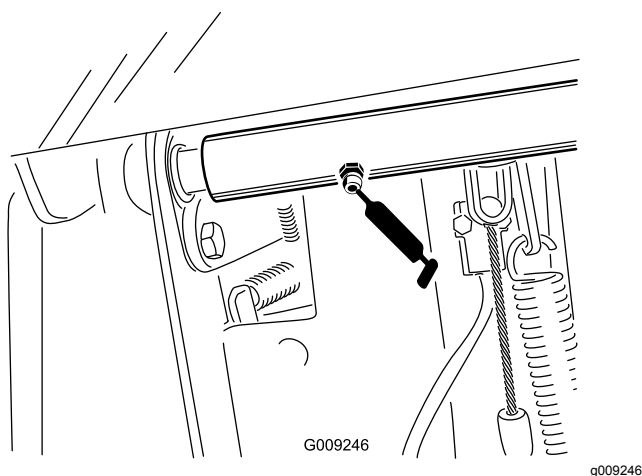

Figura 59
- Bielas do veio de articulação do pedal de travão (2) (Figura 59)